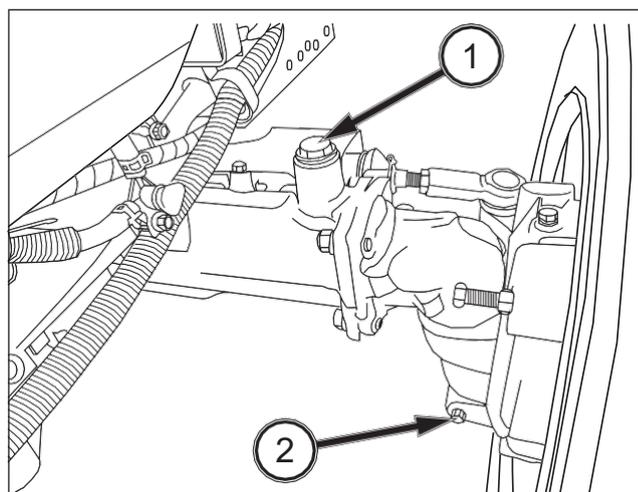

FIG. 94
FIG. 94: Para comprobar el nivel de aceite - Aparque el tractor en un terreno plano y retire el tapón de llenado (1). Compruebe que el nivel de aceite está en el medio del árbol de transmisión. Si es necesario, llene con aceite a partir del orificio de llenado.